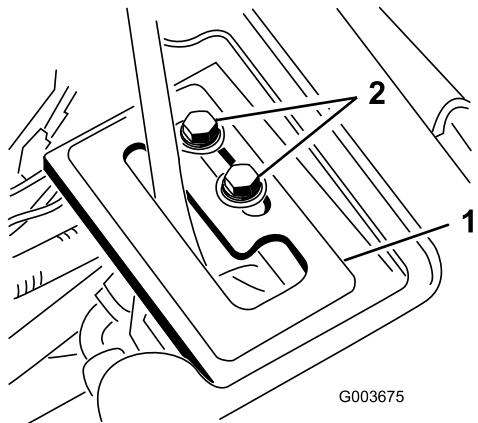

Figura 17
- Inserire la piastra di guida della leva sulla leva di sollevamento e fissarla al telaio senza stringere eccessivamente con 2 viti a testa flangiata e rondelle (Figura 17).
- Mentre il motore gira e la leva di sollevamento si trova in posizione di **Flottazione**, spostare la piastra di guida della leva finché non è possibile estendere e retrarre a mano il cilindro di sollevamento (Figura 17).
7. Serrare entrambe le viti di montaggio della piastra di guida della leva di sollevamento per mantenere la regolazione (Figura 17).